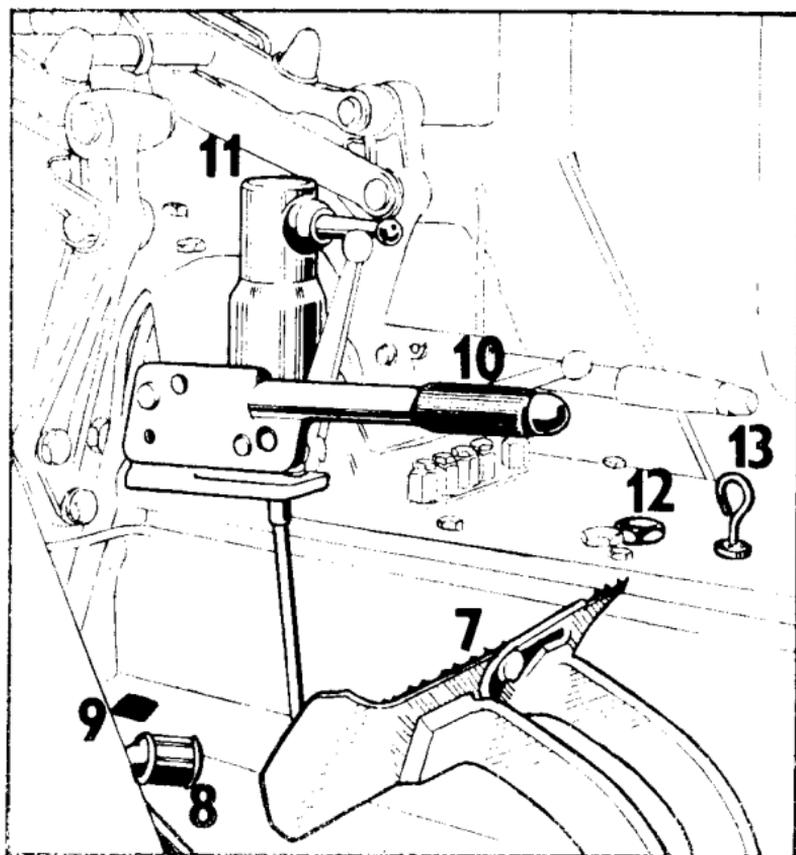

Fig. 5
ATTENTION! Lors de changement de 540 tr/mn (1000 tr/mn) à 1000 tr/mn (540 tr/mn) (fig. 5/11) des embouts interchangeables il est indispensable de mettre la manette de changement dans la position neutre et changer l'embout de l'arbre de prise de force.
7. Pédales de frein à pied enclanchées par le cliquet (fig. 5/7).
8. Pédale accélérateur à pied du débit de la pompe à injection (fig. 5/8).
9. Pédale du blocage de différentiel (fig. 5/9).
10. Levier de commande du frein à main (fig. 5/10)
13. Trou de remplissage de l'huile dans la boîte de vitesses et de la transmission finale (fig. 5/12).
14. Jauge de l'huile de la boîte de vitesses et de la transmission finale (fig. 5/13).